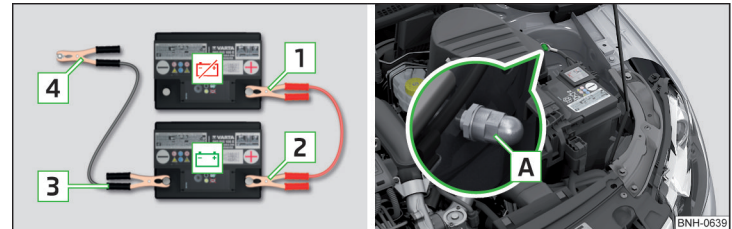

Abb. 165 Starthilfe: 🚗 - entladene Batterie, 🚗 - stromgebende Batterie / Massepunkt des Motors beim START-STOPP-System
- Bei Fahrzeugen mit dem START-STOPP-System die Klemme **4** am Massepunkt des Motors **A** befestigen » Abb. 165.